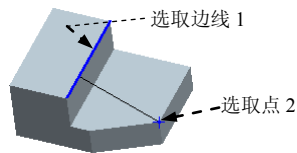

图 8.1.4 点到线的距离
Step5. 测量点到线的距离, 如图 8.1.4 所示。操作方法参见 Step3。